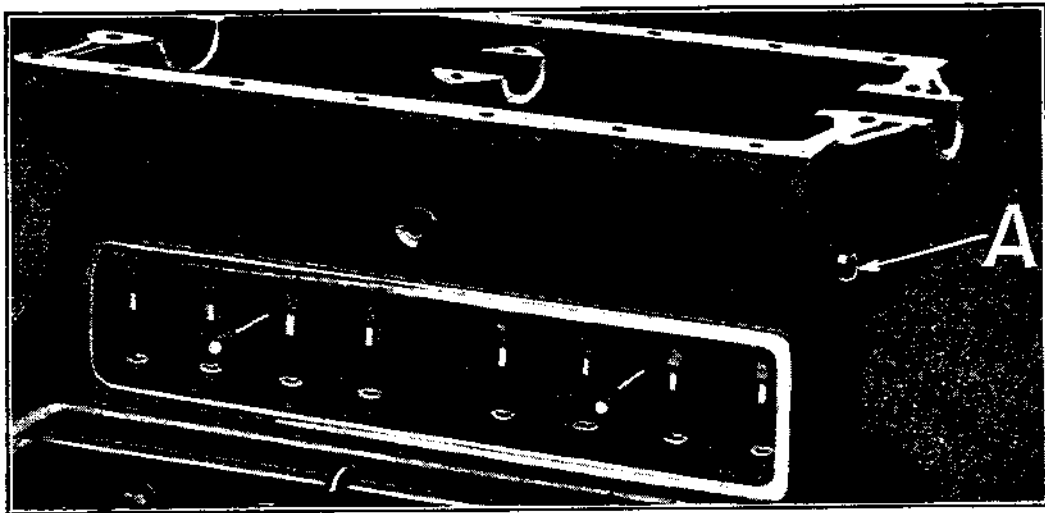

Fig. 172
**256** — Vérifier le coussinet de l'arbre à cames. (Voir A, fig. 172.) A cet effet, passer un arbre à cames dans le coussinet et vérifier le jeu. S'il y a plus de 0 m/m 1 de jeu entre l'arbre et le coussinet, changer le coussinet. Enlever l'ancien à l'aide d'un chasse-coussinet et monter le neuf à l'aide du même outil; le côté rainuré du coussinet doit être au-dessus. L'enfoncer jusqu'à ce que l'extrémité de la rainure soit à ras du bloc. Roder le coussinet pour que l'arbre passe avec un jeu de 0 m/m 4 à 0 m/m 5.